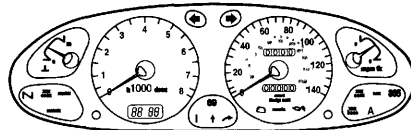

Рис. 10. Датчик скорости автомобиля
– датчик скорости автомобиля (рис. 10) представляет собой язычковое реле. Оно встроено в спидометр и на выходе имеет последовательность импульсов, частота которых пропорциональна скорости вращения привода прибора.